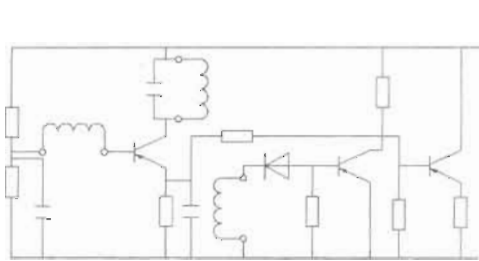

图 8-91
(3) 采用类似的方法完成整个图形的绘制, 其中要注意辅助线的绘制, 效果如图 8-91 所示。